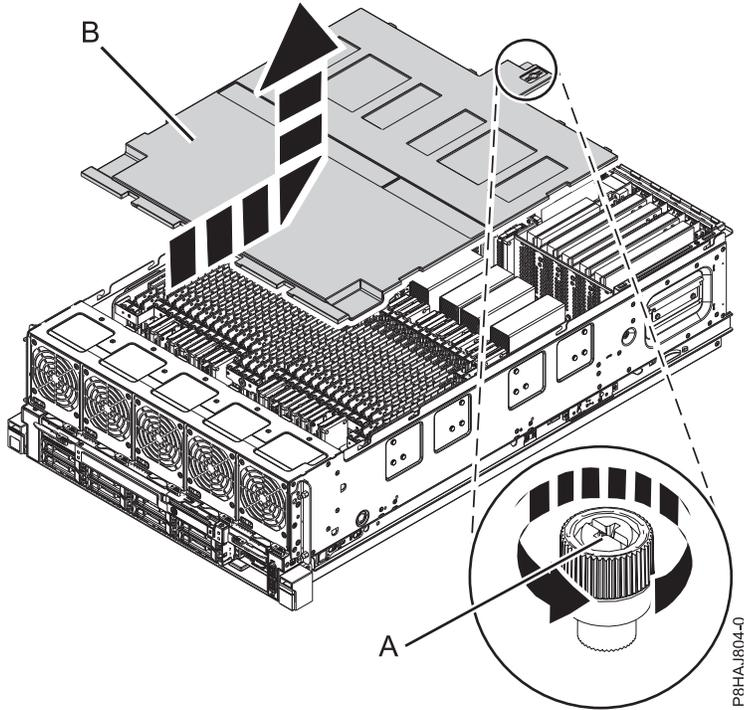

Figure 69. Retrait du capot de sécurité
2. Desserrez la vis moletée (A) située à l'arrière du capot en la tournant dans la direction illustrée dans la figure 69, à la page 106.
3. Faites glisser le capot de sécurité (B) vers l'arrière du système. Une fois l'avant du capot dégagé du bord supérieur du châssis, soulevez et retirez le capot.